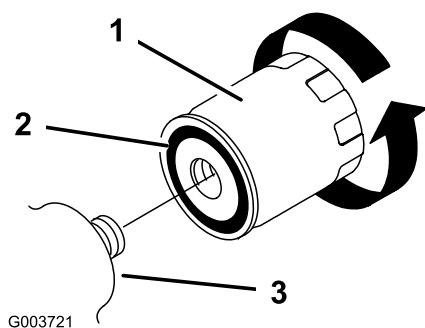

Figura 38
5. Togliete il filtro usato (Figura 38) e pulite la superficie della guarnizione dell'adattatore del filtro.
6. Spalmate un velo di fluido idraulico sulla guarnizione di gomma del filtro di ricambio (Figura 38).
7. Montate il filtro idraulico di ricambio sull'adattatore del filtro (Figura 38). Girate il filtro in senso orario finché la guarnizione di gomma non tocca l'adattatore, quindi serrate il filtro di un altro 1/2 di giro.